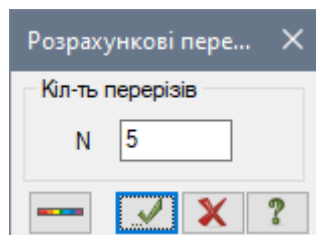

Рис. 12.26. Діалогове вікно **Розрахункові перерізи**
- Натиснувши на кнопку  – **Розрахункові перерізи стержнів** (панель **Редагування стержнів** на контекстній вкладці **Стержні**) відкрийте діалогове вікно **Розрахункові перерізи** (рис. 12.26).